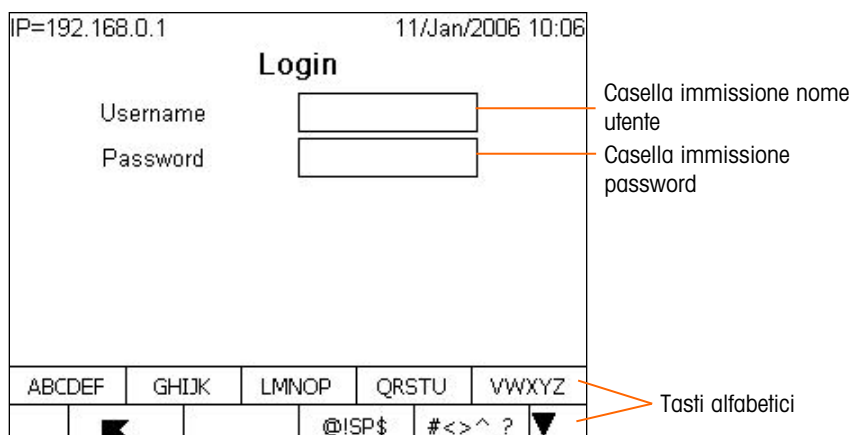

Figura 3-2: Schermata della procedura di accesso (tasti alfabetici)
1. Premere il tasto INVIO per evidenziare un altro campo e accedere alla casella di immissione dati Username (Nome utente). I softkey diventano tasti alfabetici (vedere Figura 3-2).
1. Evidenziando l'etichetta del campo Password, premere il tasto INVIO. I softkey diventano tasti alfabetici (vedere Figura 3-2) e viene evidenziata la casella di immissione Password.